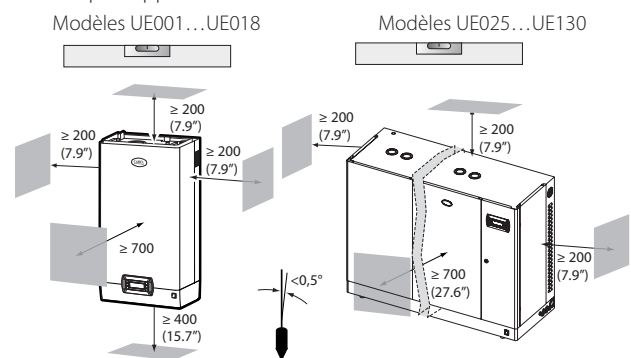

Fig. 1.d
- positionner l'humidificateur sur un plan horizontal, en respectant les espaces minimum (voir Fig. 1.d) pour permettre les opérations nécessaires de maintenance.
Monter l'humidificateur au mur à l'aide de l'étrier de support déjà fixé à l'humidificateur, en utilisant le kit de vis fourni (pour les valeurs en mm voir Fig. 1.d).